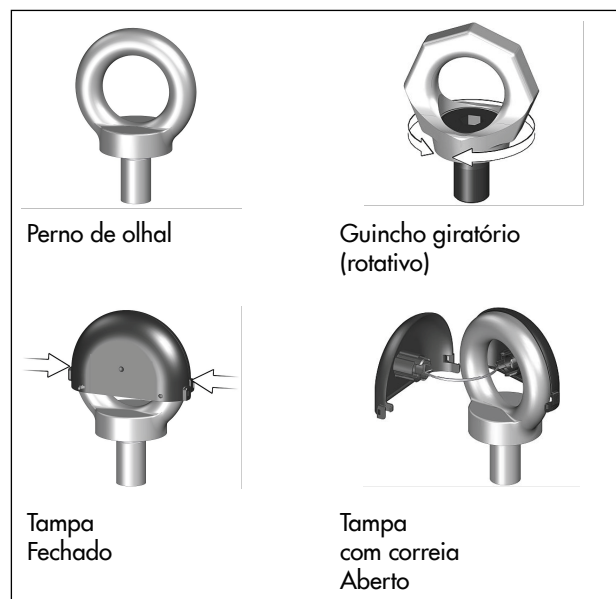

Fig. 5: Correria no perno de olhal/guincho giratório
1. Abra a tampa do perno de olhal pressionando ligeiramente os cliques laterais e retire-a (consulte a Fig. 5).
6. Retire as alças após a montagem e volte a colocar a tampa no perno de olhal (consulte a Fig. 5).